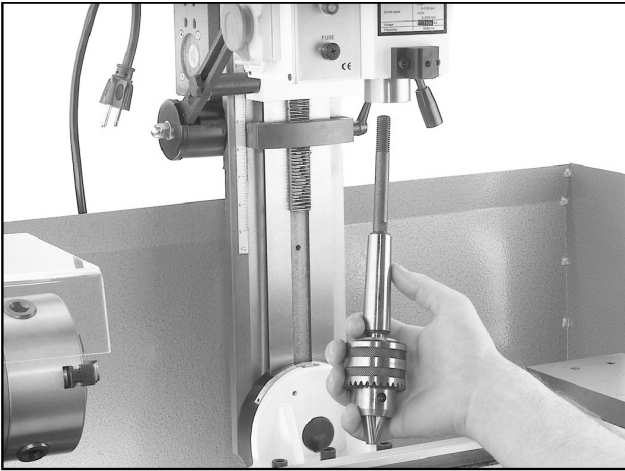

Fig. 11 Borrchuck tas bort från spindeln
- Håll med ena handen borrchucken och ta bort låsmuttern och brickan med andra handen. Borrchucken ska nu vara lätt att ta bort, enl. **fig. 11**.